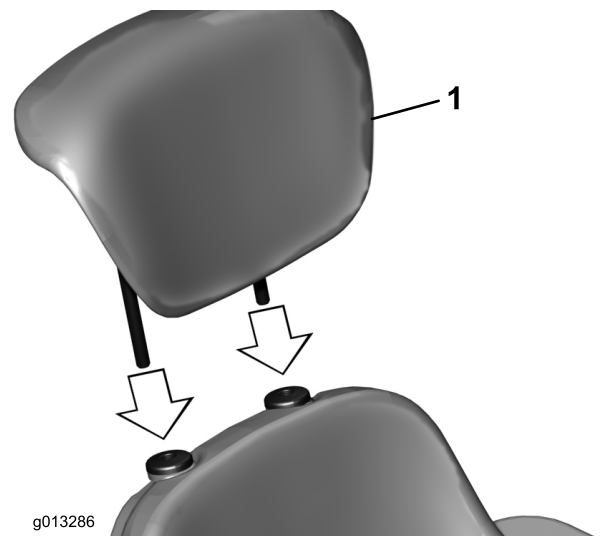

図 4
7. バックレスト延長用チューブをブッシュに差込み、希望の高さに調整する（図 4）。